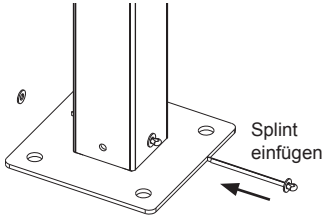
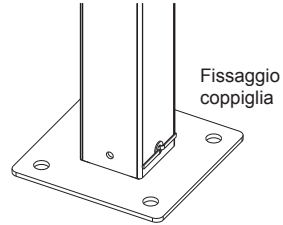

Abb. 3.1
Abb. 3.2
**3** - an der Unterseite eines jeden Standrohrs den Gestellfuß anbringen und mit den beiden Unterlegscheiben und einem Splint wie in ABB. 3.1 gezeigt befestigen, dann den Splint beidseitig umbiegen (s. Abb. 3.2)